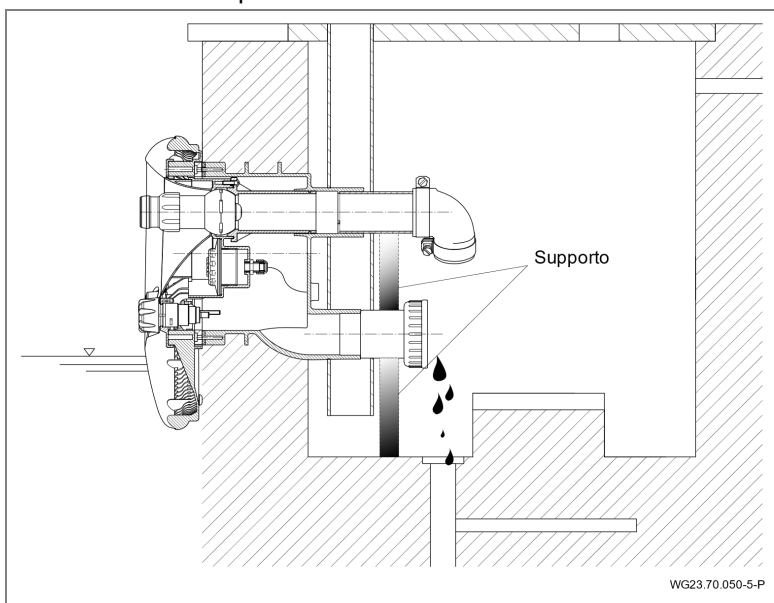

Fig. 29
3. Scaricare il tubo di aspirazione e di mandata poggiando su un sostegno. Vedere "Fig. 29" a pagina 46.